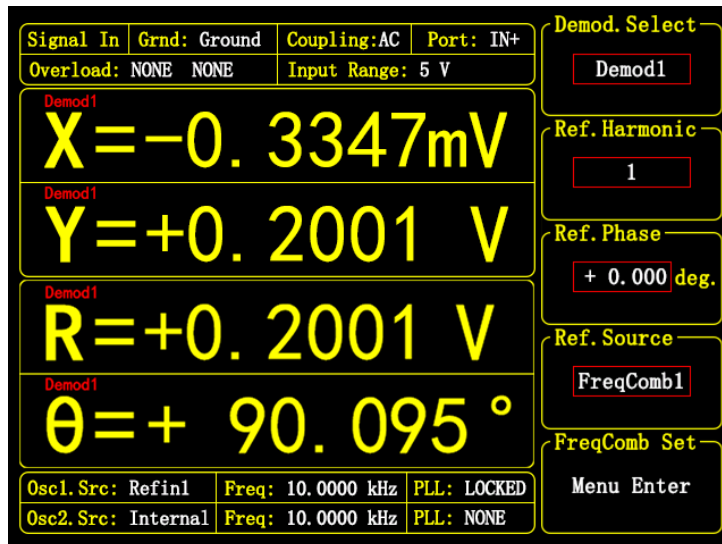

图 52. <FreqComb> 模式界面
- <FreqComb1> : 设置当前解调器的参考基准源为频率合成解调。此模式界面如图52所示。此时可以点击 <Menu Enter> 进入二级菜单设置频率合成的公式，频率合成模式有 4 个通道 <FreqComb1> 至 <FreqComb4>，独立于解调器通道，每个解调器可以单独设置或者复用同一个 <FreqComb> 通道。